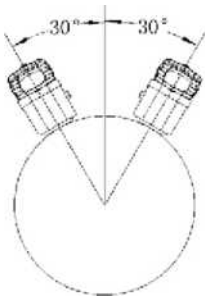

图 5-2 仪表安装角度示意图
- 6) 如图 5-2 所示, 仪表安装在管道上, 仪表的面板保持水平安装为最佳安装方式, 特殊情况需要倾斜时, 最大倾斜角度不超过 30° , 这样做的目的是, 在测量时, 换能器部位不在管道的上方, 从而避免了管道上方积存气泡现象的发生, 影响测量精度。